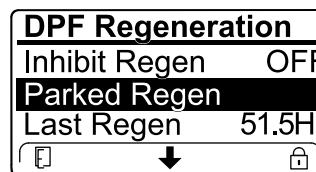

図 47
- エンジンコンピュータがリカバリ再生を要求している、またはリカバリ再生の処理中である時には、駐車再生 PARKED REGEN を選択することはできません。駐車再生はロックされ、施錠アイコン 図 47 がインフォセンターの右下に表示されます。